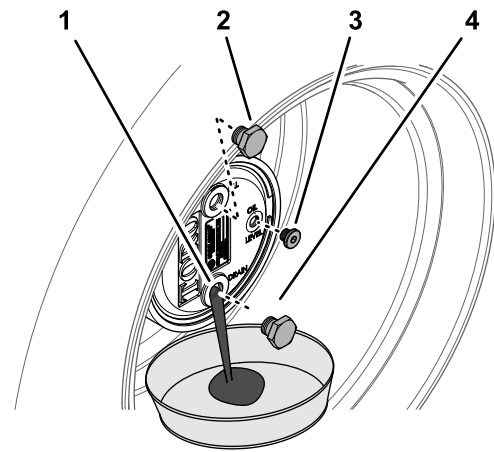

図 65
2. 補給プラグが時計の 12 時を指し、点検プラグが 3 時の位置を指すようにマシンを駐車する 図 65。
3. プラネタリハブの下にオイル回収容器を置き、6 時の位置にあるドレンプラグを外してオイルを抜く 図 65。
5. プラネタリハウジングのドレン穴にプラグを取り付ける 図 65。